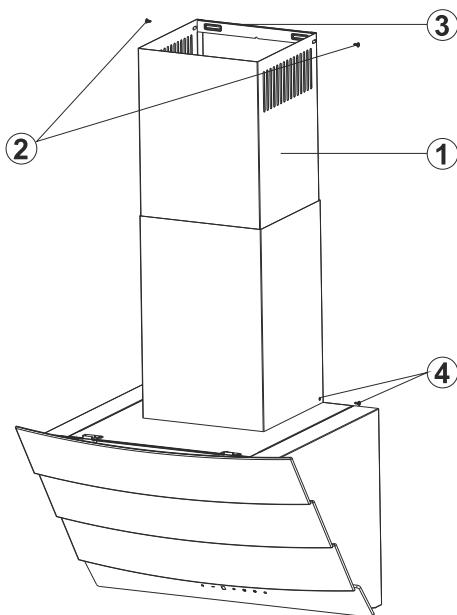

Fig. 10: MONTERING AF SKORSTENE
- Træk nu den indvendige skorsten op mod loftet. Fastgør denne med 2 skruer på siderne i toppen (2). Skru også den udvendige skorsten fast på siderne i bunden(4) (Fig. 10)